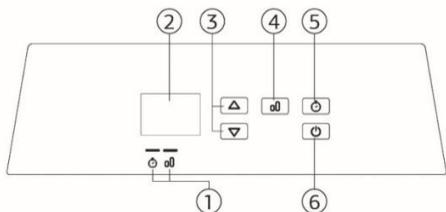

Рис. 3
Вставьте вилку в розетку, на дисплее загорится индикатор сети. Нажмите кнопку питания (6) (рис.3) для включения прибора, на дисплее загорятся цифры. Установите желаемый режим работы.
Это режим работы с установленной пользователем температурой. Данный режим включается автоматически, если не задан другой. Нажимайте кнопки (3), (рис.3) чтобы увеличить температуру на 1°C или уменьшить на 1°C. Максимальная температура, которую можно установить, 35°C, минимальная 5°C. При удержании одной из кнопок температура будет увеличиваться или уменьшаться на 1°C за 0,5 сек. Последняя заданная температурная установка принимается за активную. Через 5 сек. система возобновит работу, индикатор температуры на дисплее будет отображать комнатную температуру.
Нажмите кнопку (5) (рис.3), чтобы установить таймер, установленное время отображается на дисплее, мигает индикатор таймера (таймер устанавливается по часам). Нажмите кнопки (3), чтобы увеличить или уменьшить время на один час, таймер может быть установлен на период 0-24 часов. При удержании одной из кнопок (3) время работы будет увеличиваться или уменьшаться на 1 час за 0,5 сек. При включенном индикаторе система начинает отсчитывать время в соответствии с предыдущей установкой, если новое значение не будет установлено в течение 5 секунд. Каждый раз при нажатии кнопок (3) система начинает новый отсчет времени или
Чтобы выключить прибор, нажмите кнопку питания (6) (рис. 3) в любом режиме работы.
Во время работы прибора нажмите одновременно две кнопки (3) (рис. 3) и удерживайте более 3-х секунд для блокировки системы. При включенной блокировке на дисплее отображаются закрытые скобки.
Позволяет выбрать уровень мощности нагрева. Нажмите кнопку выбора мощности (4) (рис.3), чтобы установить мощность нагрева. При установке режима полной мощности загорится индикатор (1) «».